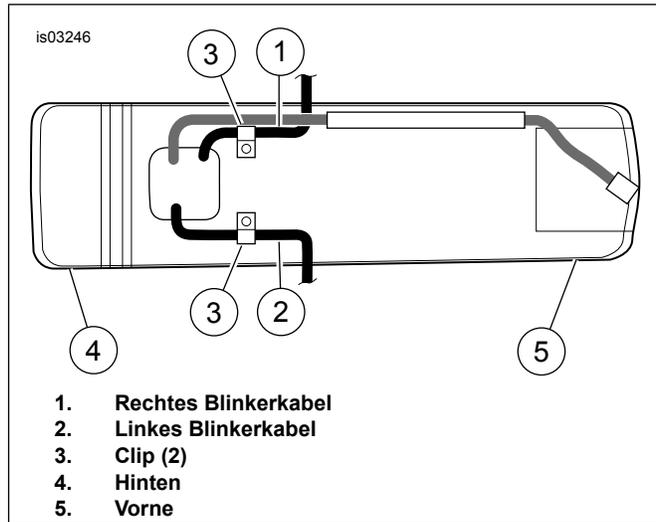

Abbildung 4. Blinkerkabel und Clips (Ansicht von unten, Innenseite des Hinterradschutzblechs)
6. Siehe Abbildung 4. Die Blinkerverkabelung (1, 2) aus den Clips (3) unter dem Hinterradschutzblech ausbauen.
- Siehe Abbildung 4. Die Blinkerverkabelung mit dem Clip an der Innenseite des Hinterradschutzblechs befestigen.